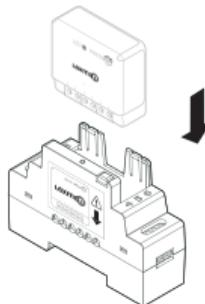

figura 2
3. Inserire il ricevitore nella scatola per la guida DIN rispettando il senso d'introduzione del ricevitore (vedi figura 2). Verificare che i terminali siano svitati bene e prestare attenzione a non piegare i fermagli che si trovano nella scatola.